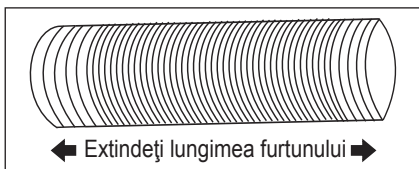
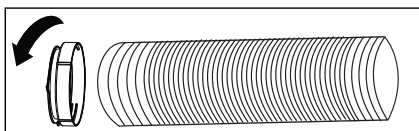

Fig. 4
Fig. 5
2. Extindeți oricare dintre capetele furtunului (Fig. 4) și înșurubați furtunul pe adaptorul A (Fig 5).